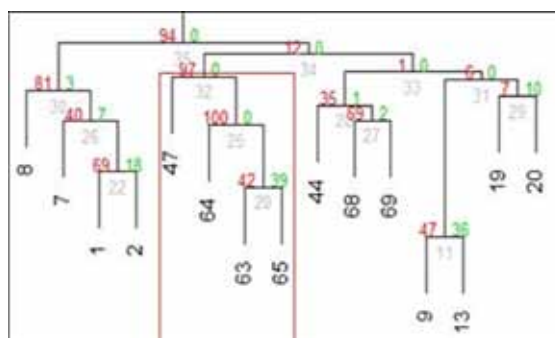

Figure 9 : Exemple de classification hiérarchique (source : UNIMA, 2014) .
- **Classification hiérarchique** : c'est une méthode qui permet de classer des individus en groupes ayant un comportement similaire sur un ensemble de variables (exemple en figure 9). Il s'agit de représenter la "distance" entre les individus. Elle est calculée selon différentes méthodes (distance euclidienne, de ward, etc.).